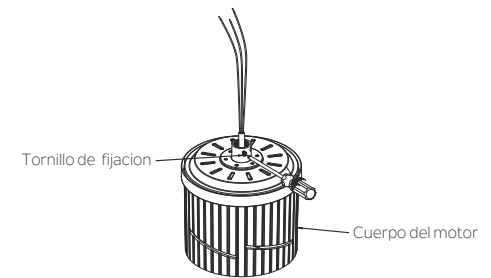

Figura 7
**Paso 3.** Afloje los dos tornillos de fijación en el acoplamiento del motor. (Figura 7)